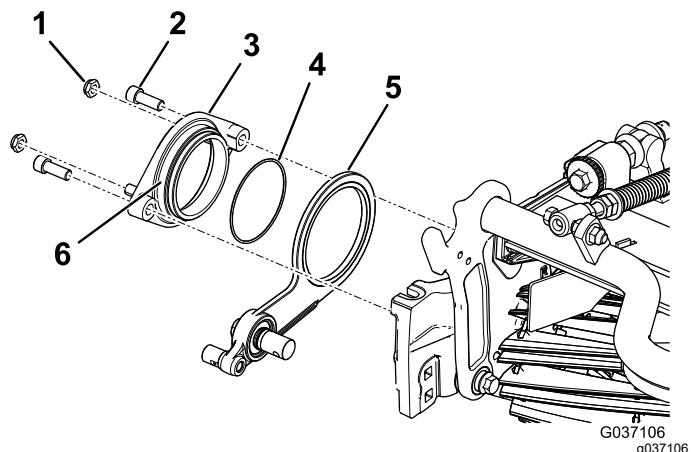

図9
- アイドラーセンブリの上から、リールにピボットハブを固定する六角ソケットボルト2本を使用する図9。
- ピボットハブにロックナット2個を仮止めする図9。
- ピボットハブアセンブリの外側に、固着防止コンパウンドを塗る図9。